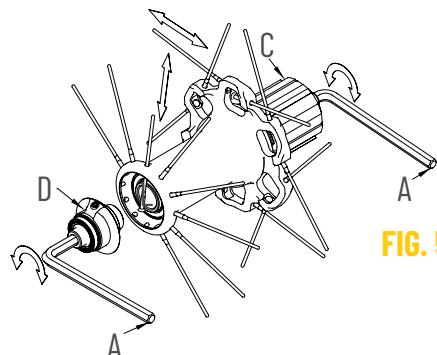

FIG. 5
Se necessario effettuare una registrazione del mozzo agendo sulla ghiera (D)(Fig.5):